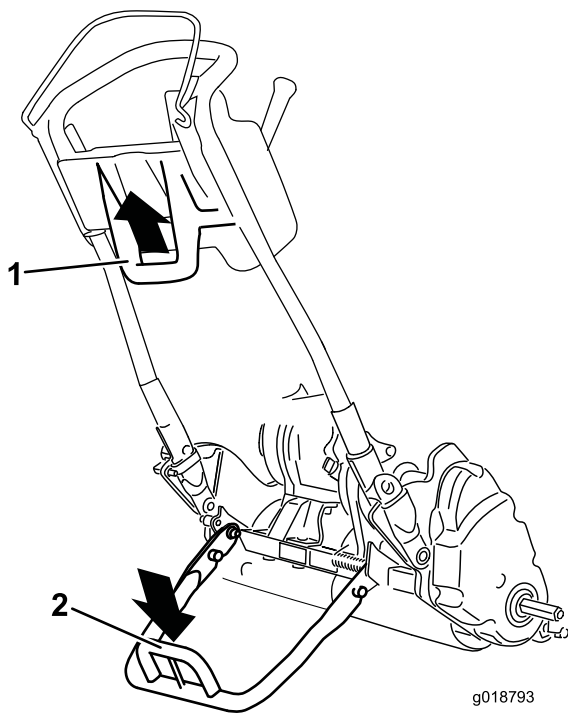

图22
- 要使用支撑架安装行走轮首先应将支撑架放到地面上踩下支撑架环并向上向后拉中下部手柄图22。